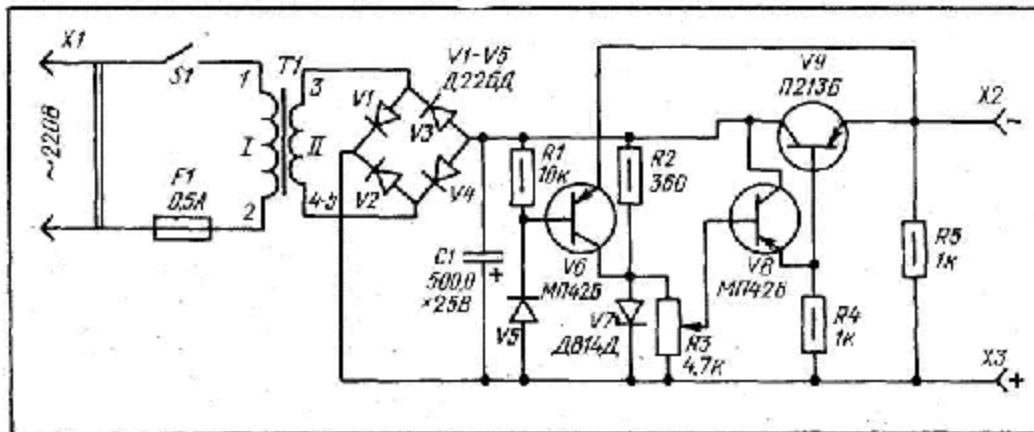

Рис. 123. Схема блока питания
Схема блока питания приведена на рис. 123. Сетевое напряжение подается через вилку $X1$, предохранитель $F1$ и выключатель $S1$ на первичную обмотку трансформатора $T1$. Это понижающий трансформатор, поэтому напряжение на его вторичной обмотке (II) значительно меньше сетевого. Переменное напряжение со вторичной обмотки поступает на выпрямитель, собранный на диодах $V1$ — $V4$. На выходе выпрямителя будет уже постоянное напряжение, оно сглаживается конденсатором $C1$ сравнительно большой емкости — 500 мкФ.